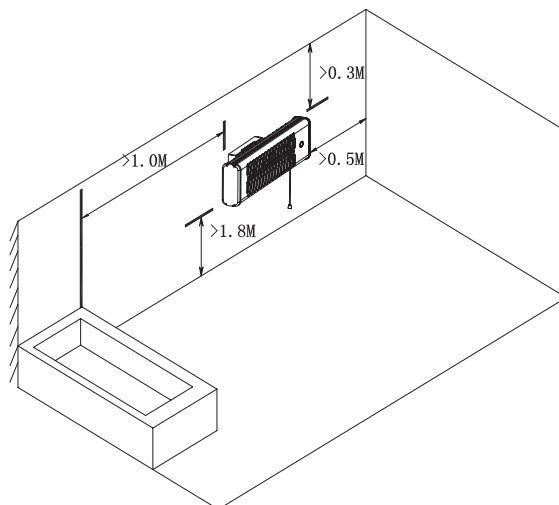

Figura 2
6. Posicione o aquecedor de acordo com o requisito de espaçamento indicado na Figura 2 abaixo.